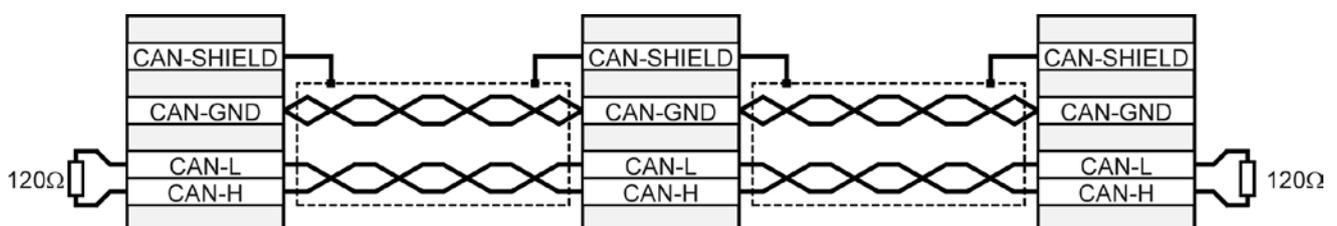

Abbildung 27: Verkabelungsbeispiel für CAN-Bus
- ❖ Die einzelnen Knoten des Netzwerkes werden grundsätzlich linienförmig miteinander verbunden, so dass das CAN-Kabel von Regler zu Regler durchgeschleift wird (siehe *Abbildung 27*)